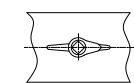

Abbildung 2
Die Drosselkappe (3) und die Positionsanzeige (58) müssen sich in der geöffneten Position befinden (siehe Abbildung 2).